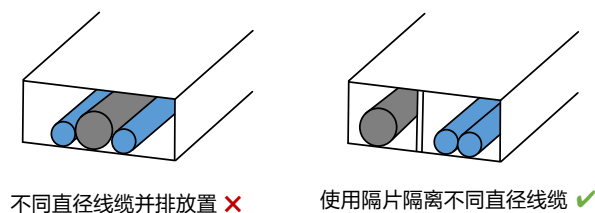

图4-13 隔片分离隔离
- 同一链轨内，若存在不同粗细直径的线缆，外径小的线缆容易被外径大的线缆挤压到底部，此时需使用隔片进行分类隔离，如图 4-13 所示。